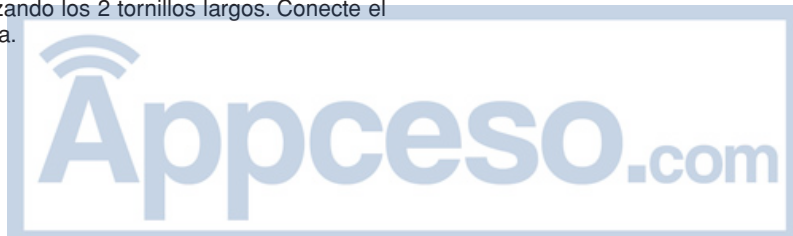

FIG.1
1) ABMESSUNGEN (Abb.1)
Am Fuß des Pfeilers einen ausreichend großen Erdaushub vornehmen um das CPS-Gehäuse sicher einbetonieren zu können (Abb.1). Achten Sie darauf, daß eine angemessene Drainage (Sickerloch) erstellt wird. Erstellen Sie das Betonfundament so, daß Sie das Gehäuse noch auf dem Fundament genau justieren können (Abb.2). Das Gehäuse muß so angebracht werden, daß Mitte Messingbüchse genau Mitte Torscharnier ist. Zum Schutz vor eindringendem Zement müssen die nicht benutzten Schlitze und Öffnungen verschlossen werden. Richten Sie das Gehäuse mit der Wasserwaage aus, verlegen Sie das Wasserabflußrohr (Sickerloch) und die Leerrohre für die Kabelverlegung. Füllen Sie jetzt den Aushub mit Cement aus. Um das Verbeulen der Kastenwände während der Betonschüttung zu verhindern, sollte ein Holzsparrnen zwischengelegt werden.
1) DIMENSIONES (FIG.1)**2) INSTALACION CAJA DE CIMENTACION**
Excavar en la base del pilar lo suficiente para colocar la caja CPS (Fig.1). Prever un adecuado drenaje para el agua. Realizar una base de hormigón donde apoyar la caja de modo que sea posible asentarla (Fig.2). La caja debe colocarse de manera que el centro del forro se halle perfectamente en eje con el gozne de la hoja. Controlar atentamente el eje de la hoja con la plomada y los dos lados de la caja con el nivel, Fig.2. Colocar el tubo de desagüe del agua y los conductos para las conexiones. Para evitar que entre cemento, cierre las fisuras y los agujeros inutilizados. Llenar la excavación de hormigón. Para evitar el encorvamiento de las paredes de la caja durante la colada, se sugiere interponer un cabrio de madera.
1) DIMENSÕES (FIG.1)**2) INSTALAÇÃO DA CAIXA DE FUNDAÇÃO**
Efectuar uma escavação na base do pilar suficiente para alojar a caixa CPS (Fig.1). Executar uma adequada drenagem para a água. Efectuar uma base de betão para apoiar a caixa de modo a consentir o ajuste (Fig.2). A caixa deve ser posicionada de maneira que o centro da bucha esteja perfeitamente no eixo com a charneira da folha.